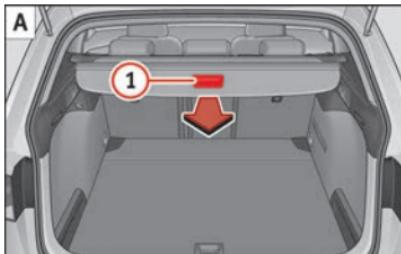

Fig. 165 Dans le coffre à bagages : dérouler et enruler la plage arrière.
- Tirez uniformément sur la plage arrière par la poignée »» fig. 165 **1** **A** vers l'arrière puis retirez-la jusqu'en butée jusqu'à ce qu'elle s'encastre de manière audible.
- Appuyez sur la poignée de la plage arrière dans le sens de la flèche jusqu'à la débloquer »» fig. 165 **B**.